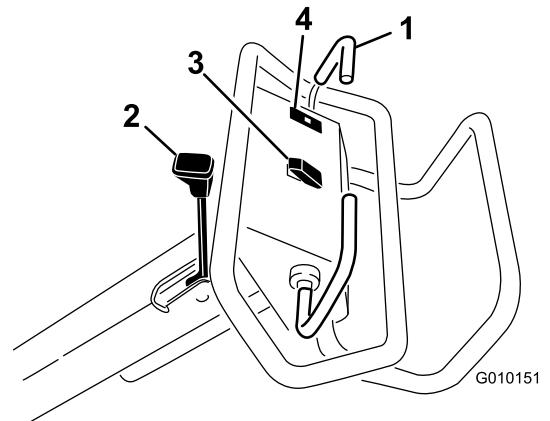

图 13
要向前移动请向前移动牵引把手。要向后移动请向后移动牵引把手 图 13。
- 要设定手刹请向操作员把手的方向移动手刹杆 图 13。
发动机油压低于安全水平时油压警告灯图 13 会亮起。如果出现低油压情况应关闭发动机并确定原因。再次启动发动机之前务必先修理好任何损坏的地方。
**升**——按开关的顶部图 13 可升起并分离打孔头。发动机必须运行才能产生提升压力。如果打孔头低于运输高度请参阅 重设系统控制电路 (页码 23)。
**降/接合**——按开关的底部图 13 可降下并接合打孔头。要使用开关牵引把手必须处于向前的位置。